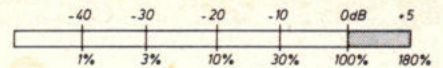

Fig. 5. De schaalverdeling van een piekuitstuuringsmeter volgens DIN 45406 is een lineaire dB-schaal.
- schaalbereik (fig. 5) -50 à + 6 dB